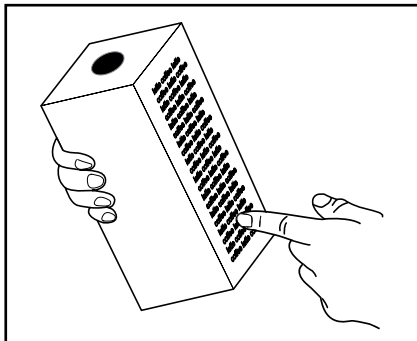

Fig. 1
- Conservare le confezioni di prodotto per caffè o tè come descritto sulla confezione (fig. 1).